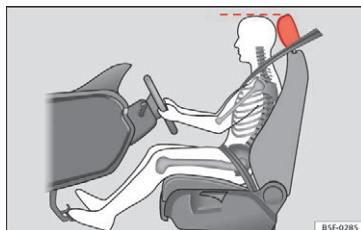

Fig. 92 Korrekt indstilling af førerens hovedstøtte
- Indstil hovedstøtterne således, at hovedstøttens øverste kant er på højde med den øverste del af dit hoved » Fig. 92.